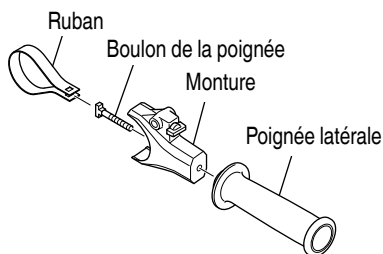

Fig. 10
- (1) Tourner la poignée latérale pour démonter. (Fig. 10)